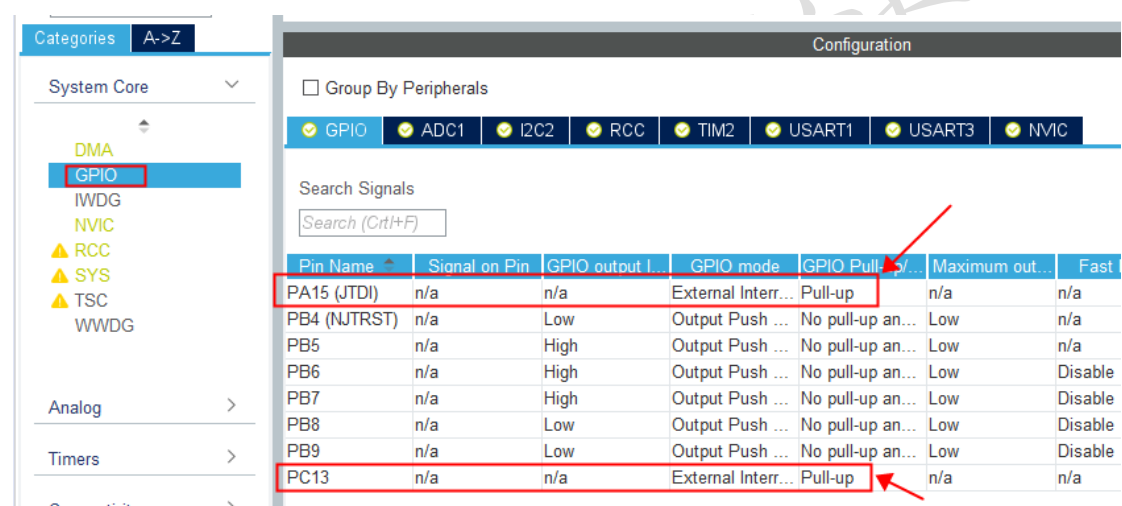

图 21 GPIO 配置
3. GPIO 配置 PC13, PA15 为默认上拉模式（Pull-up）。如图 21